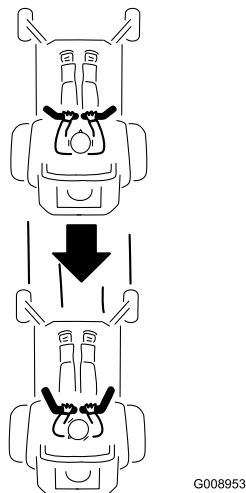

Figura 21
2. Para recuar, olhe para trás de si e para baixo, enquanto lentamente puxa as alavancas de controlo do movimento para trás (Figura 21).
Para andar a direito, aplique pressão igual em ambas as alavancas de controlo do movimento (Figura 21).